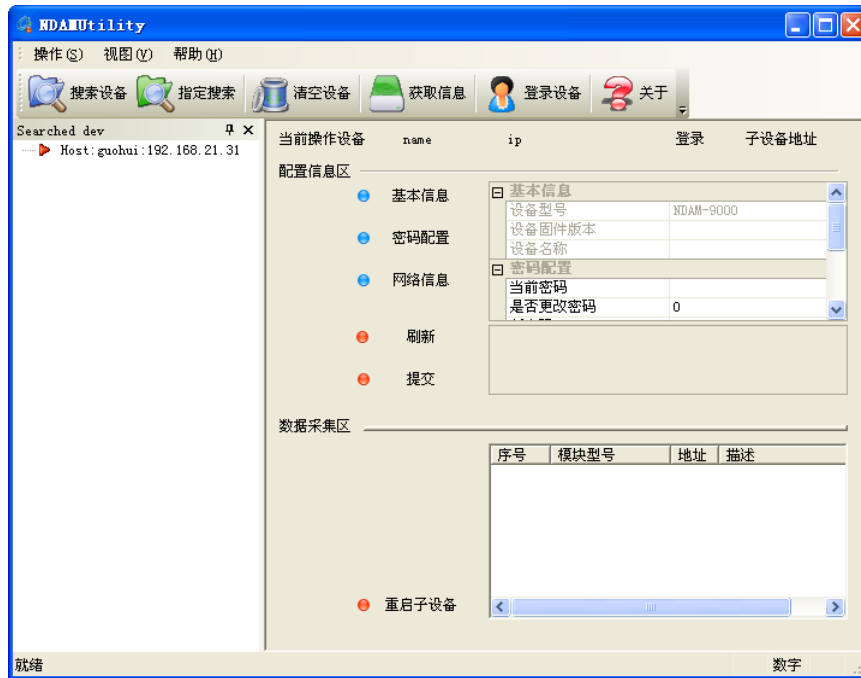

图 4.2 NDAM 配置软件界面
- ② 将 NDAM-4055 模块地址按照 ID 地址设定说明设置为 3；
- ③ 给设备接通电源，此时 NDAM-4055 模块上的 Power 指示灯点亮，State 指示灯快速闪烁，表明模块开始正常工作。
- ④ 用网线将 NDAM-9000 的网络插口（RJ-45 插座）与 PC 机的以太网插口连接，完成接线。
- ① 在 PC 机上安装 NDAM 系列配置软件 NDAMUtility，其运行界面如图 4.2 所示；